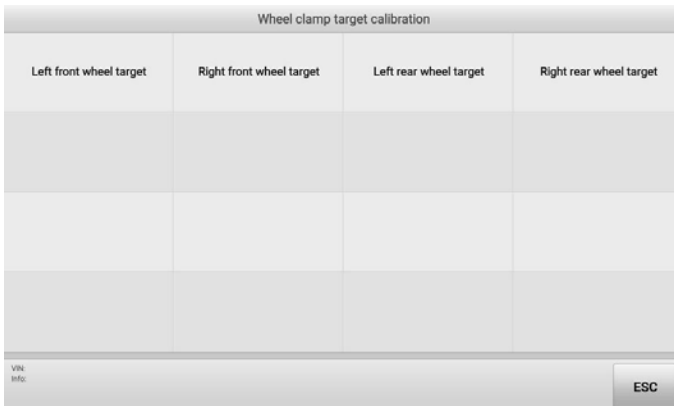

Abbildung 5-20 Ziel für die Kalibrierung auswählen
5. Der folgende Bildschirm wird angezeigt. Wählen Sie dann das Ziel aus, das kalibriert werden muss. Wählen Sie z. B. das **linke Vorderradziel** (das gut an der linken vorderen Felgenklemme installiert ist). Siehe Abbildung 5-20 Ziel für die Kalibrierung auswählen.